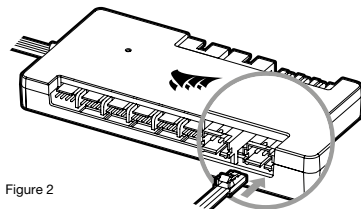

Figure 2
2. Sätt i RGB-kontakten i en CORSAIR iCUE Commander PRO / CORE XT-port eller Lighting Node PRO-port. (Bild 2).